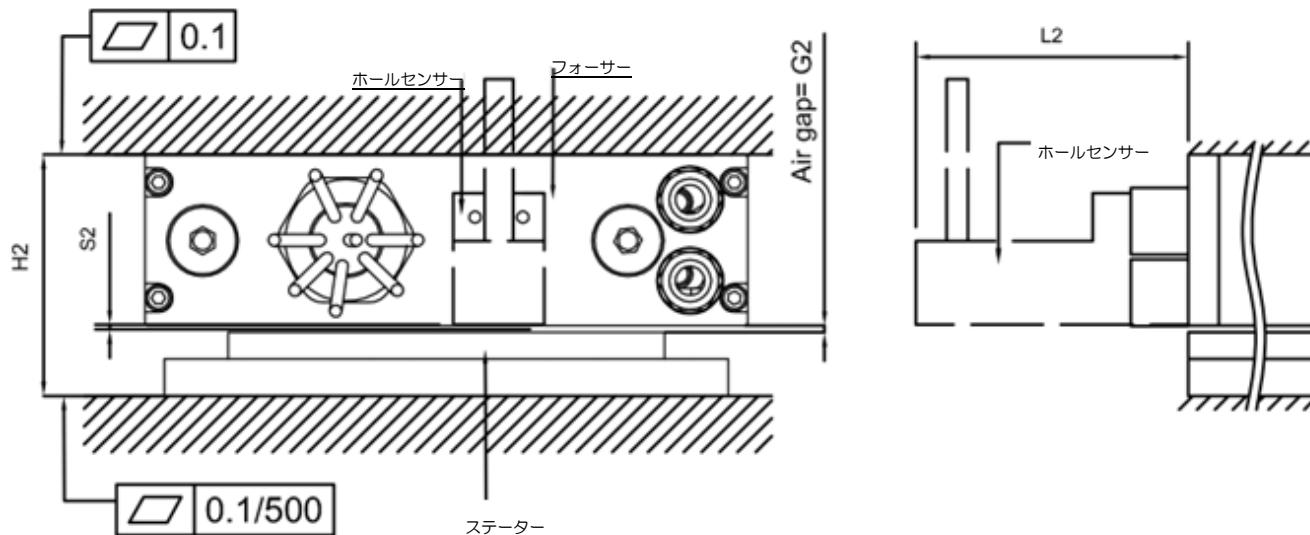

図 3.1.2.2.2 LMFP水冷式リニアモーター組立
- (1) 精密水冷装置の取付寸法は含まれていません。
- (2) 着剤の幅を測る際、エポキシは温度変化により膨張したり収縮したりするので、下図のように注意してください。
(3) 図 3.1.2.2.1 LMFA水冷リニアモーター組立